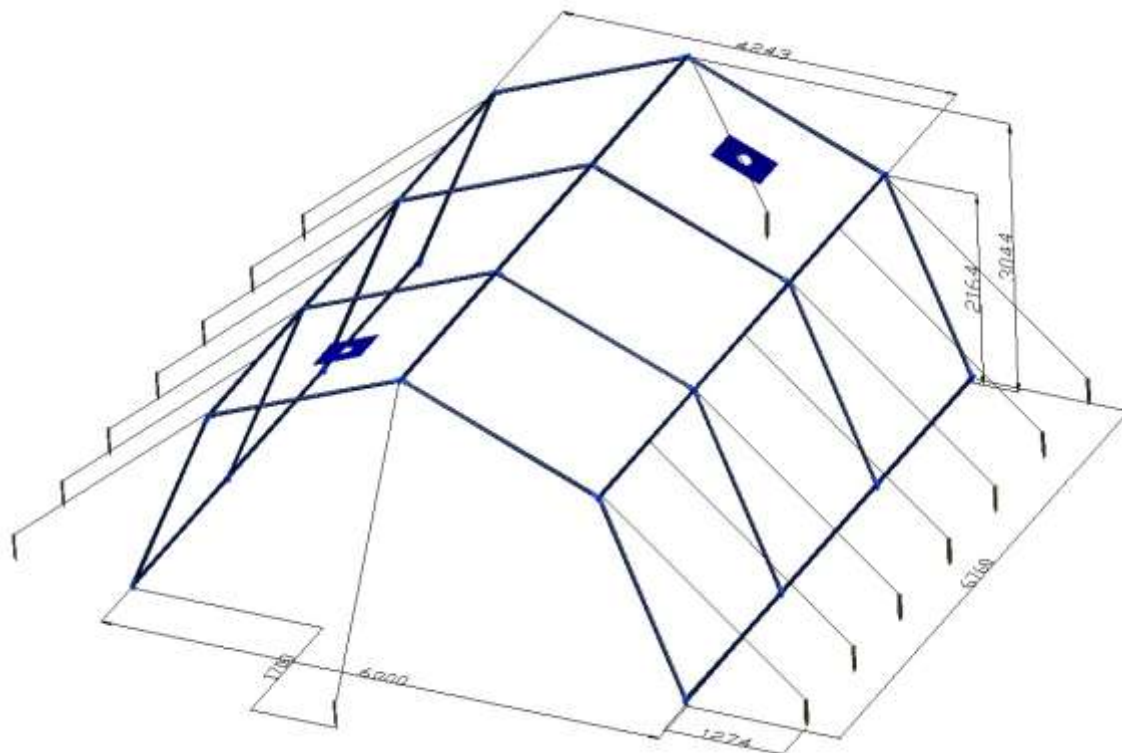

Рис.1
4.1. Каркас из трубчатых звеньев, соединяемых между собой в соответствии с рис.1.
Рис.1а
Рис.1б
Рис. 1в
5.13. Вереvoчные оттяжки пропустить через петли внешнего намета и закрепить на вбитых в грунт кольях. Выполнить натяжение оттяжек при помощи натяжителей. Расположение оттяжек см. Рис.1.